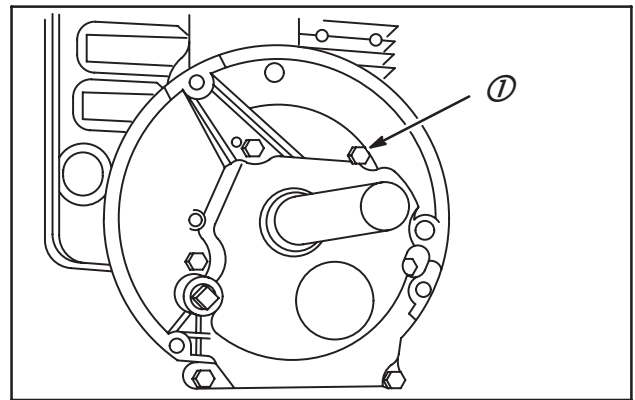

Fig. 47
2. Installer le carter d'huile et le joint en veillant à recouvrir les filetages de la vis qui pénètre dans la chambre du reniflard de pâte à joint non durcissante comme du Permatex® II, (Voir Fig. 47).
- Bras du régulateur (1)
- Toucheau (2)
- Vilebrequin (3)
- Rondelle ressort (4)
- Turbine du régulateur (5)
NOTE : Sur les modèles à prise de force perpendiculaire auxiliaire, la vis (1) ne doit pas être enduite de pâte à joint, les quatre vis du boîtier de renvoi oui, Fig. 47.
5. Enduire la vis (1) qui pénètre dans la chambre du reniflard, Fig. 47, de pâte à joint non durcissante telle du Permatex® II et serrer les vis du carter d'huile.